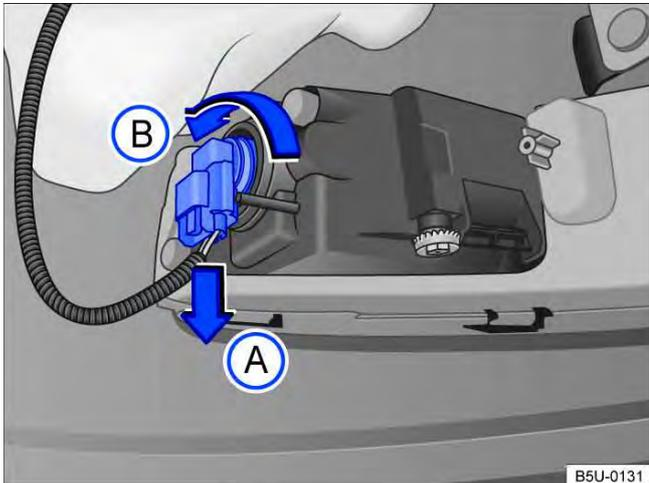

Fig. 139 Atrás do para-choque dianteiro: acesso à lâmpada incandescente do farol de neblina.
2. Desencaixar o conector de alimentação da lâmpada → Fig. 139 no sentido da seta (A), pressionar, ao mesmo tempo, a trava de fixação do conector.
3. Girar o soquete da lâmpada → Fig. 139, no sentido anti-horário da seta (B), e desencaixá-lo do alojamento.